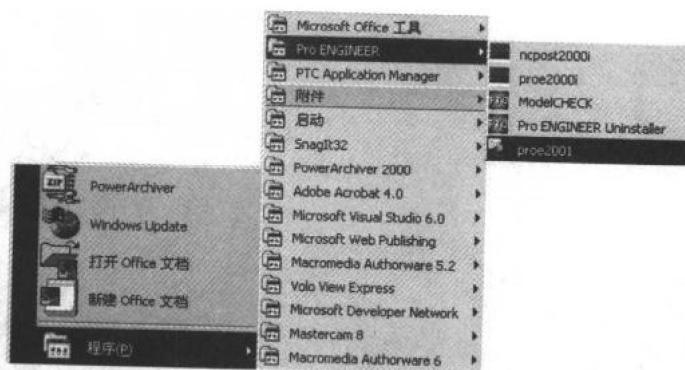

图 1-2 开始菜单
(2) 菜单方式。按照 Windows 系统的传统方式，菜单是目前为止使用比较多的，因为该方法就如同一道道路标一样，可以引导用户按部就班地找到自己需要的内容，Pro/Engineer 2001 也不例外。具体的菜单启动方式如图 1-2 所示，依次选择“开始”→“程序”→“Pro ENGINEER”→“Proe2001”。